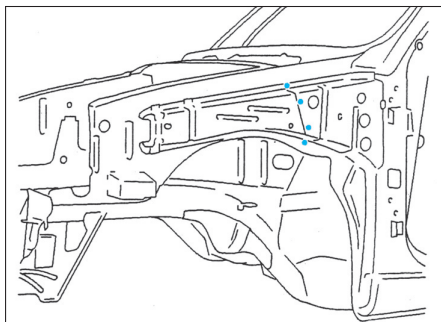

FIG. 15
- Souder par points bouchons au MIG ou MAG (Fig.15).